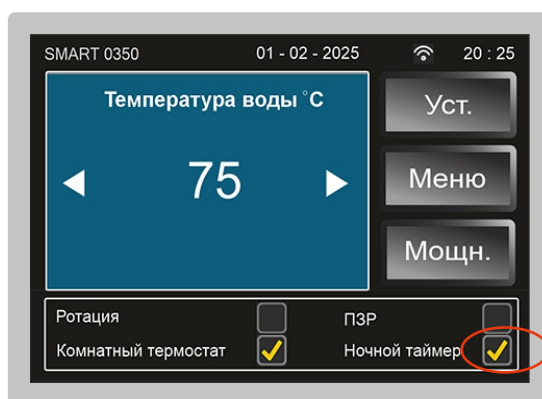

Рис.17
6.8.1 Чекбокс «Ночной таймер» см. рис.17 запрещает включение режима нагрев в дневное время с **7-00 до 23-00ч**. Функция будет полезна тем, у кого есть ограничения в потреблении и различие тарифа на электроэнергию в дневное и ночное время. Время активации функции 10сек.